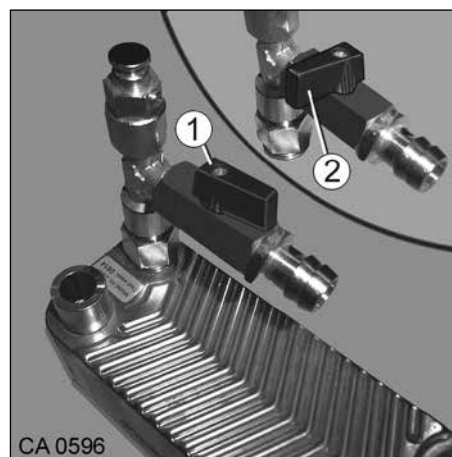

Fig. 105 Vanne de sectionnement de l'échangeur thermique
1. Ouvrir la vanne de sectionnement (Fig. 105, pos. 1).
1. Mode Hiver : Ouvrir la vanne de sectionnement du circuit (Fig. 105, pos. 1).
2. Mode Été : Fermer la vanne de sectionnement du circuit (Fig. 105, pos. 2).